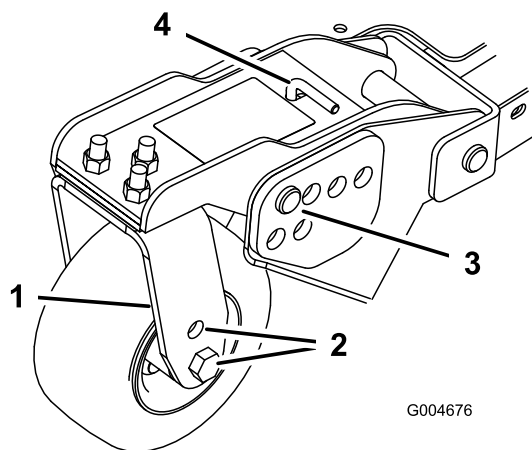
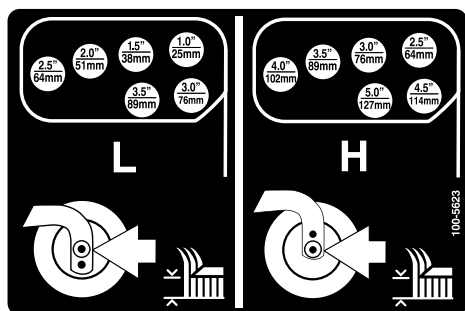

Figure 28
Figure 29
1. Placez les essieux des roues pivotantes dans les mêmes trous sur toutes les fourches (Figure 26 et Figure 28).
5. Enlevez la goupille fendue et les axes de chape des bras de pivot (Figure 28).
6. Tournez la tige de tension pour élever ou abaisser le bras de pivot jusqu'à ce que les trous soient en face de ceux du support de hauteur de coupe sélectionnés dans le cadre du plateau de coupe (Figure 28 et Figure 29).